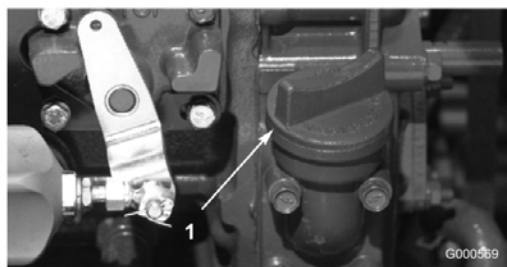

Figura 12
4. Se o nível de óleo se encontrar abaixo da marca FULL, deverá retirar a tampa de enchimento (Figura 12) e adicionar óleo até que o nível atinja a marca desejada. **Não encha demasiado.**